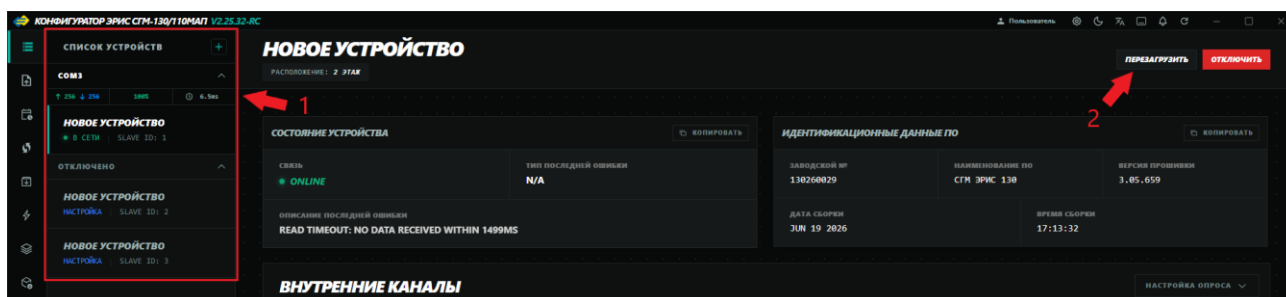

Рисунок 14 – Перезагрузка контроллера
1. Выбрать устройство в «Список устройств» (Рисунок 14)
2. Нажать кнопку «Перезагрузить» (Рисунок 14)